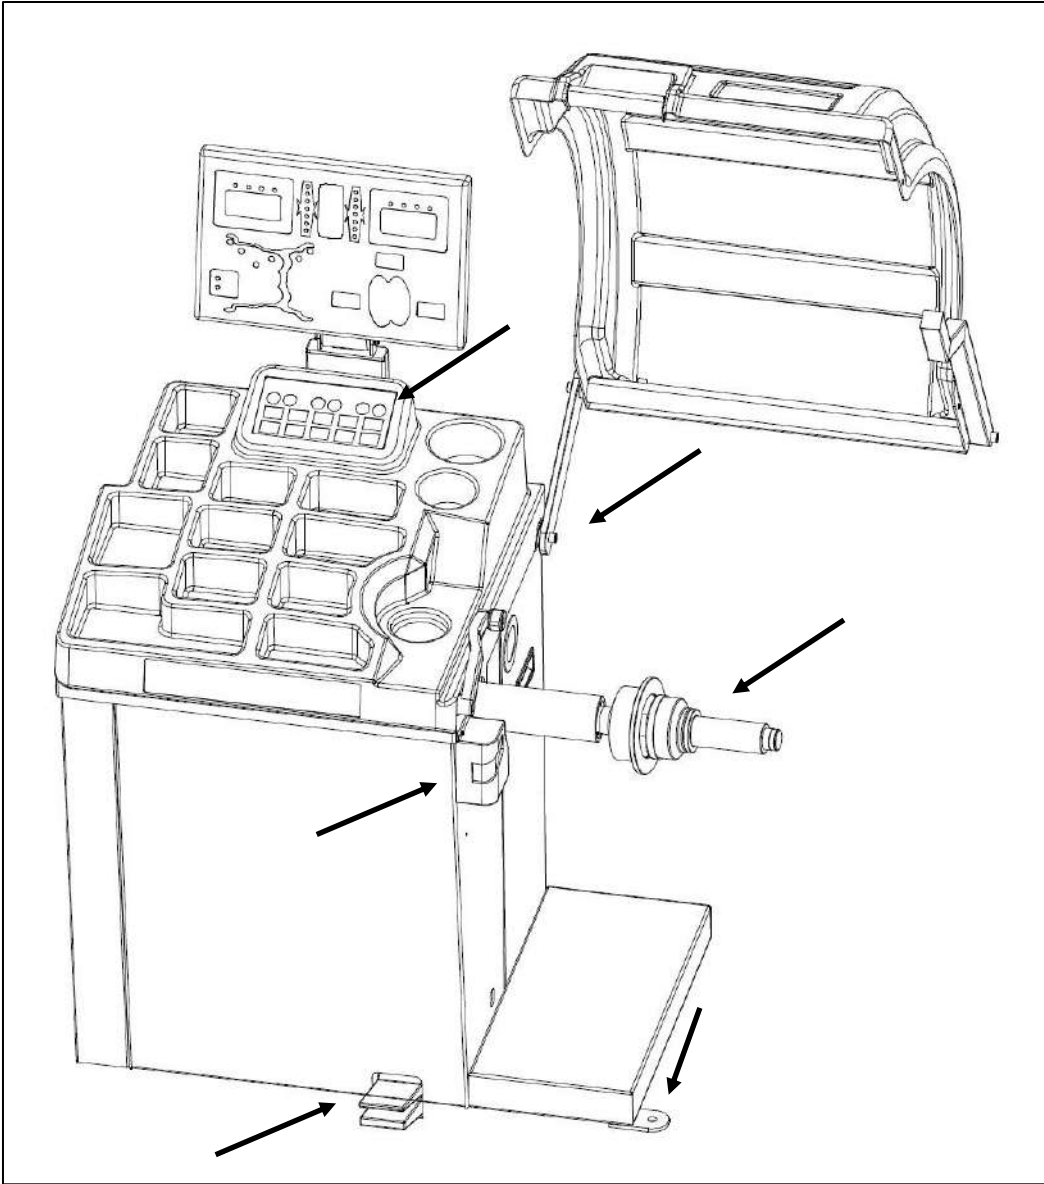

Fig. 16 - Tjek ved årlig vedligeholdelse af maskinen
5.4 Årlig vedligeholdelse (visuel oversigt fig. 16)